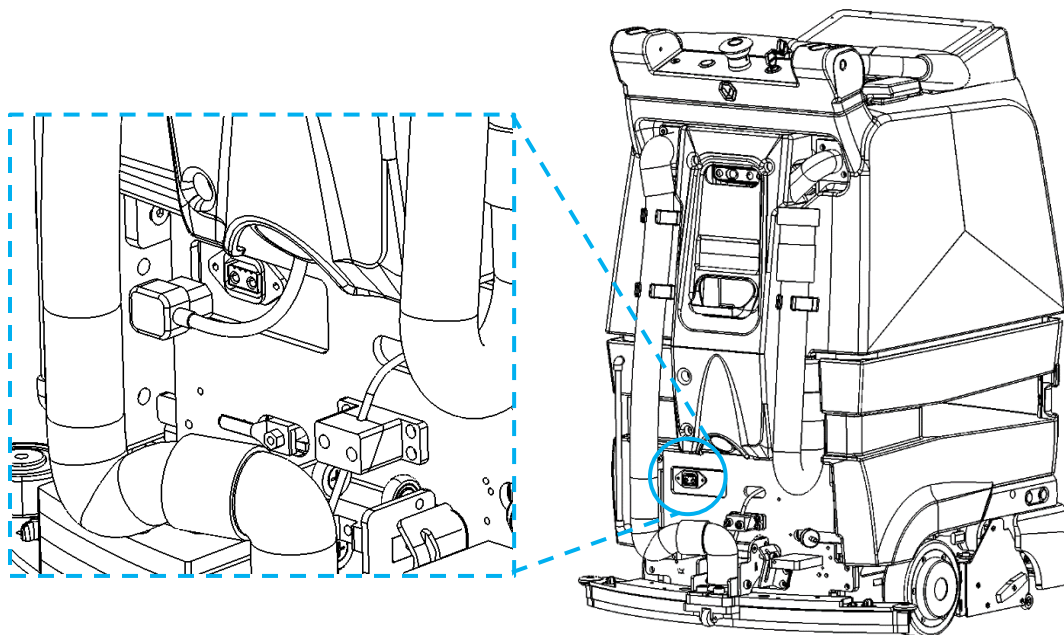

Fig. 1
1. Le port de charge (Fig. 1 - 1) est situé à l'arrière du robot, en bas à gauche, au-dessus de la raclette.
3. Saisissez le câble du chargeur et branchez-le dans le port de chargement (Fig. 1). Le câble doit être bien ajusté ; il faut un peu de force pour l'insérer.